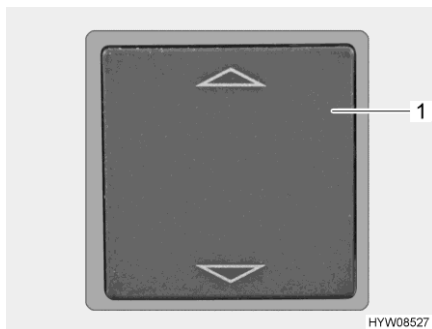

Fig. 10 Interruttore a bilico (ripostiglio con comando elettrico di regolazione altezza)
- Premere la metà superiore dell'interruttore a bilico (Fig. 10,1) nell'area del piano di lavoro.
- Premere la metà inferiore dell'interruttore a bilico (Fig. 10,1) nell'area del piano di lavoro.